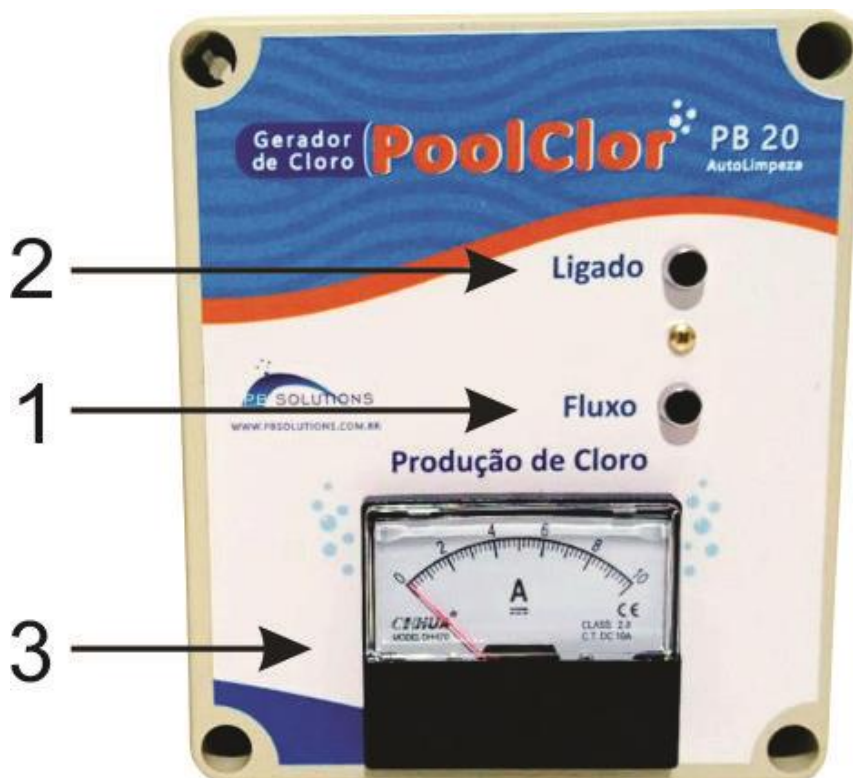

Figura 6
A produção de cloro é mostrada no painel frontal (Figura 6 – item 3) em um relógio que varia de 0 a 5, podendo chegar a um **máximo de produção de 4**.
- **Fluxo** (Figura 6 - item 1): Quando o Led de Fluxo (verde) estiver apagado, isso indica que o sensor de fluxo está atuando, indicando que não existe fluxo de água na tubulação, sendo assim o gerador não funcionará até a retomada do fluxo, quando então o Led ficará aceso e o gerador funcionará normalmente.
- **Ligado** (Figura 6 - item 2): O led verde “Ligado” Indica que o aparelho está ligado.